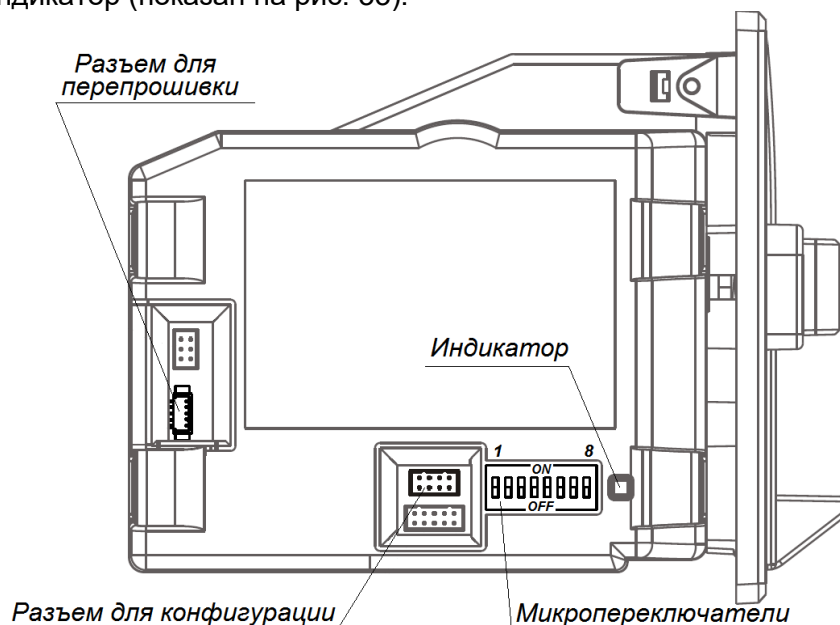

Рисунок 34. Расположение разъемов
3. На ПК установите и запустите приложение для настройки параметров картоприемника «UCAx Tools». Внешний вид окна приложения показан на рис. 34, связь с монетоприемником устанавливается автоматически сразу после запуска приложения.
- нажмите кнопку  **Read current version from UCA1**, в строке **Status** будет показана текущая версия ПО – например, *UCA2S3801I0010(5198)* (см. рис. 34);
- в таблице в столбцах **Value of Coin**, **Disable**, **Sorter**, **Dipsw** установите для каналов монетоприемника (от 1-го до 8-го) номиналы монет и соответствующие им параметры, как показано на рис. 34.
5. В поле **Value of Pulse** введите сумму, которую необходимо внести пользователю для прохода (на рис. 34 показан пример суммы в 10 рублей).